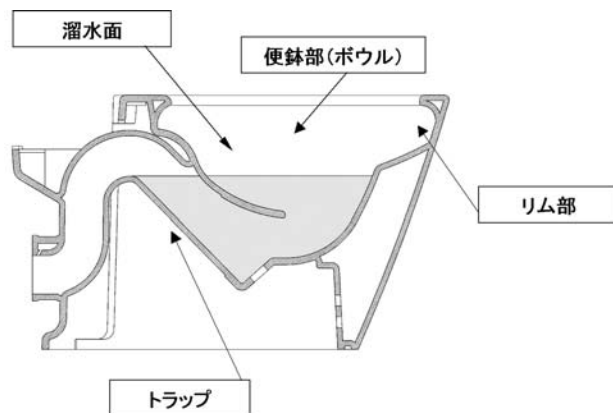

図5 大便器の構成（床上排水タイプ）
ポイント③については、便鉢部とトラップの形状を汚物が入りやすく、動き易い形状とすることで、洗浄時の排出が阻害されないようにしました。特に、床上排水タイプ（図5）